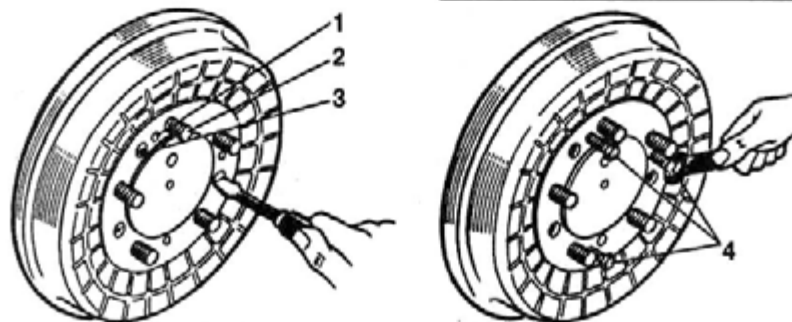

Рис. 178. Снятие тормозного барабана с полуоси:
5. Выверните три винта 3 (рис. 178, а) и снимите барабан с фланца полуоси. Если барабан сидит туго, то вверните в резьбовые отверстия три болта (М8) 4 (рис. 178, б) и, поочередно вращая их, снимите барабан.